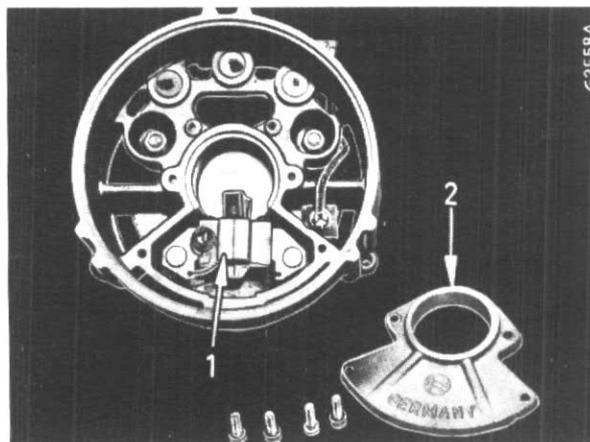

Figure 49
Pour enlever l'ensemble porte-balais (1) fig. 49, enlevez le couvercle (2) et les écrous des bornes D- et DF.